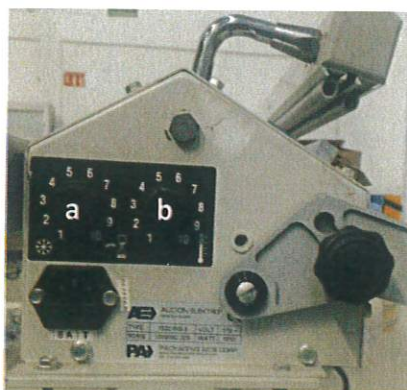

Figura 1. Botones de regulación de la Maquina Audion MAGNETA 1020:
- 6.2.3 El Operador deberá realizar pruebas de sellado colocando los botones de regulación en las posiciones 4 o 5, estos están situados a la izquierda de la máquina, el botón A regula el tiempo y el botón B regula la temperatura. (ver Figura 1).
- 6.2.7.1 Un material fino requiere un tiempo de sellado más breve, la posición de los botones de regulación son de 2 o 4 (ver Figura 1).
- 6.2.7.2 Un material grueso requiere de un tiempo de sellado más largo, la posición de los botones de regulación son de 6 o 8 (ver Figura 1).